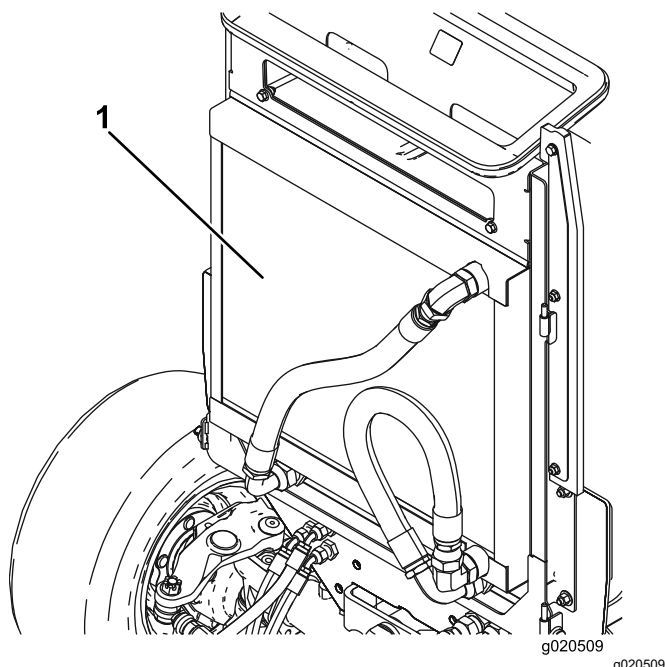

Figura 86
5. Limpie a fondo ambos lados del enfriador de aceite y del radiador con aire comprimido (Figura 86).